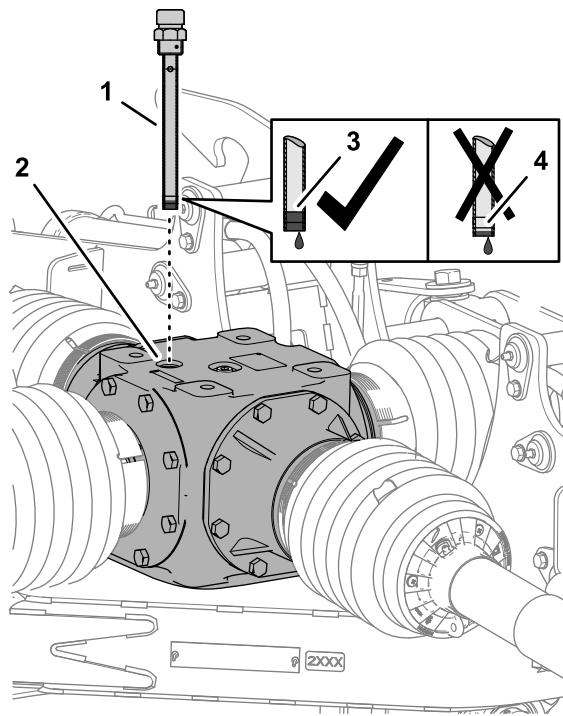
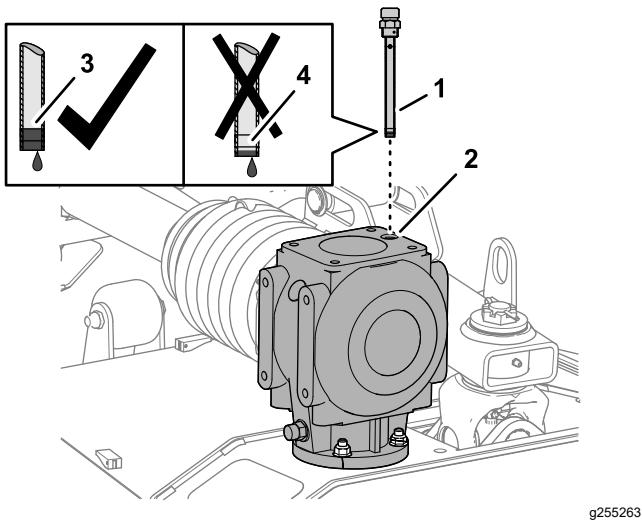

Figura 57
Figura 58
1. Retire la varilla del orificio situado en la parte superior de la caja de engranajes central (Figura 57 o Figura 58).
2. Compruebe el nivel de fluido indicado en la varilla (Figura 57 o Figura 58).
4. Enrosque la varilla en el orificio de llenado y apriete la varilla (Figura 57 o Figura 58).